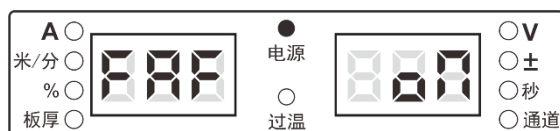

图 4-9 FAF 显示界面
1. 进入内部菜单, 调节焊接电源面板旋钮至 FAF, 如图 4-9 所示。